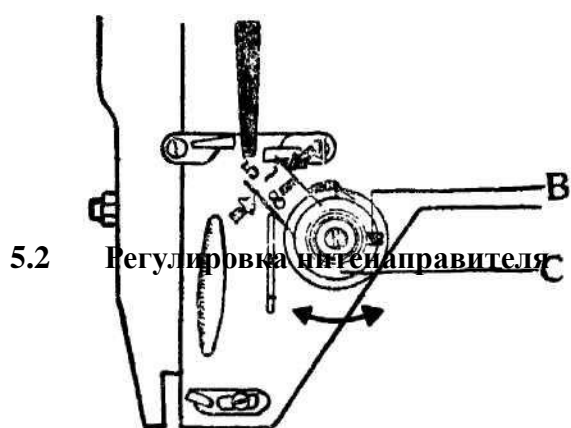

Рис. 24
5.1.2 Регулировка амплитуды нитепритягательной пружины (рис. 24)